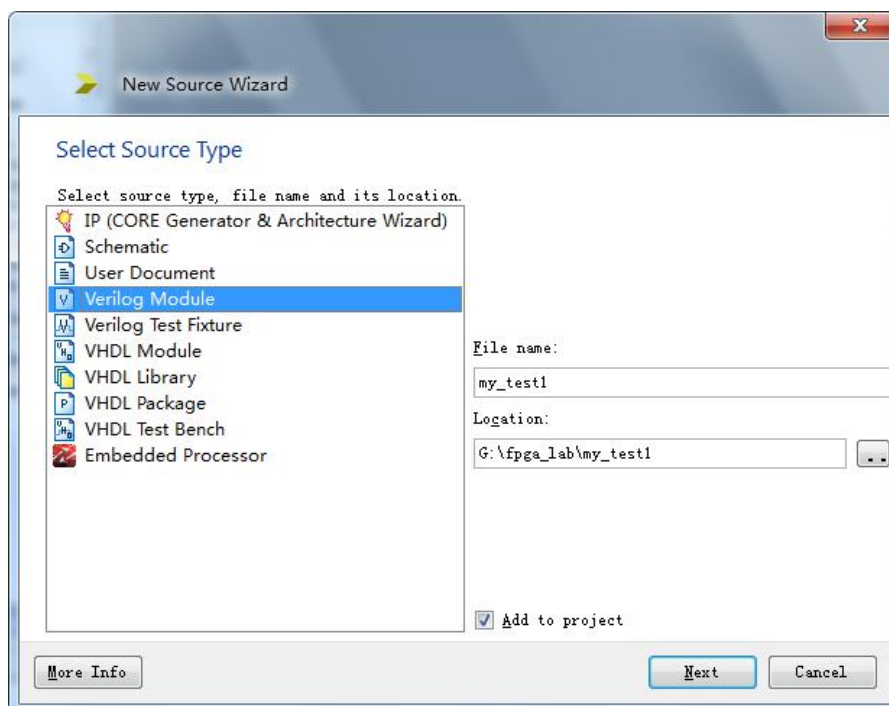

图 1-5
从 project 中选择添加资源文件 new source，并选择文件类型为 Verilog Module，输入文件名如下图 1-5。点击 NEXT 进行下一步操作。
注：图 1-5 中资源文件的类型有多种，各项意义如下说明：
- 1、在 ISE 软件的 Project 菜单下，点击 New Project 如图 1-5。选择 Verilog Test Fixture 测试工具，并输入文件名（xxx_T）和存储路径。点击下一步，在总结（Summary）确定无误后点击 Finish 完成工程建立。